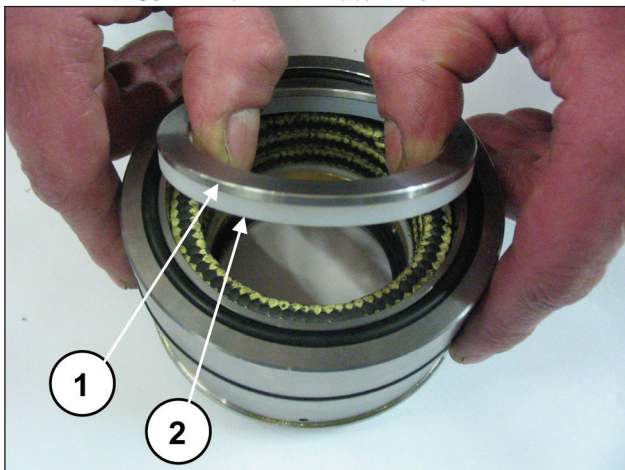
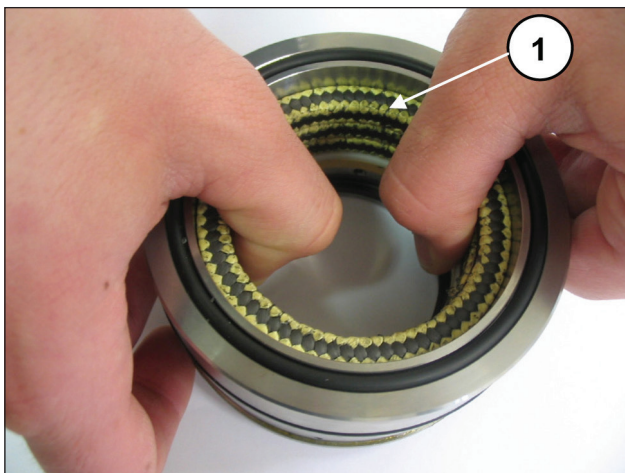

图166
图167
将衬垫支架与护套分开，取下弹簧环和刮环（部件号①②，图166），以便进入压力密封（部件号①，图167）。